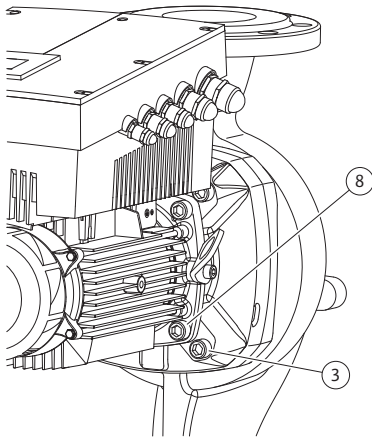

Fig. 49: Опциональное крепление съемного блока
- Отвернуть и извлечь винты (Fig. 7, поз. 3). На некоторых типах насосов выворачиваются внешние винты (Fig. 49, поз. 3). Съемный блок (см. Fig. 13) после извлечения винтов остается в стабильном положении на корпусе насоса. Опасность опрокидывания, в том числе при горизонтальном расположении вала электродвигателя, не возникает.
- В зависимости от типа насоса отвернуть винты (Fig. 7, поз. 10) или винты (Fig. 49, поз. 8).
22. Фонарь осторожно надеть на вал и установить в прежнем или другом требуемом угловом положении относительно фланца электродвигателя. Соблюдать допустимые варианты монтажных положений компонентов (см. главу 7.1 «Допустимые монтажные положения и изменение расположения элементов конструкции перед установкой» на странице 208). Фонарь закрепить на фланце электродвигателя при помощи винтов (Fig. 7, поз. 10) **или** — для типов насоса/промежуточного корпуса согласно (Fig. 49) — винтов (Fig. 49, поз. 8).